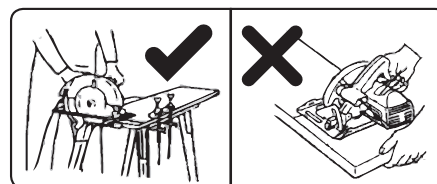

Abb. 7
- Sichern Sie das zu sägende Material durch ein geeignetes Spannmittel, z. B. durch Befestigung mit Klemmen zur Arbeitsfläche (siehe Abb. 7). Halten Sie das zu sägende Material niemals in der Hand oder anlehnen gegen das Knie.